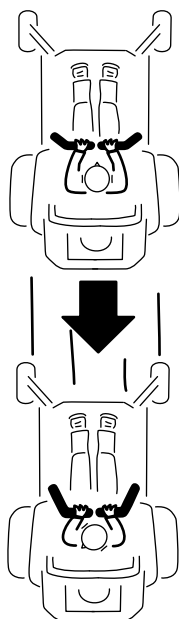

**Figura 22**
3. Para ir hacia adelante, empuje lentamente las palancas de control de movimiento hacia adelante (Figura 22).